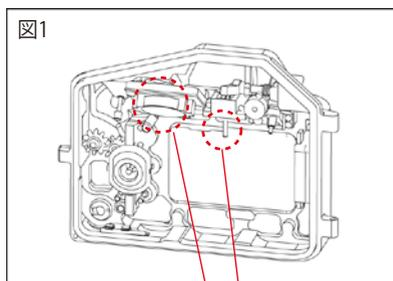

図1
1. ロック解除ボタンを押したままリアケース開閉ダイヤルラッチを「OPEN」方向に回転させます。(図1)
(図1)
1. 付属のCR2450電池をリアケース内側の電池ボックスにセットして、アラームのスイッチを入れます。(図1)
- 1.ハウジングを開け、赤いロックレバーをスライドさせてカメラ固定プレートを引き出します。(図1)
1. ポートリリースレバーのセーフティボタンを下側に押しします。(図1)